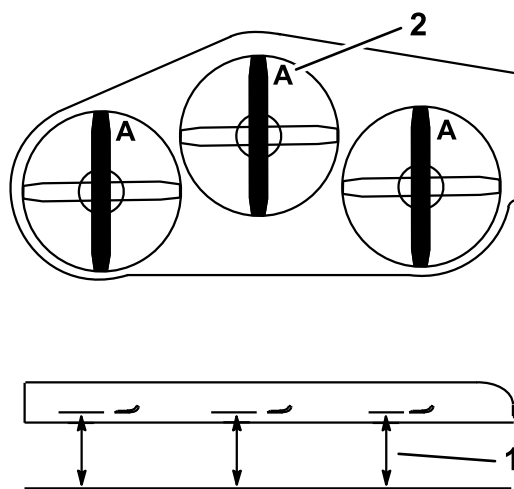

Figura 88
3. Girate le lame fino a disporle in parallelo con la lunghezza della macchina (Figura 88). Misurate da un piano orizzontale fino al tagliente delle lame, posizione A, (Figura 88). Prendete nota di questa misura.